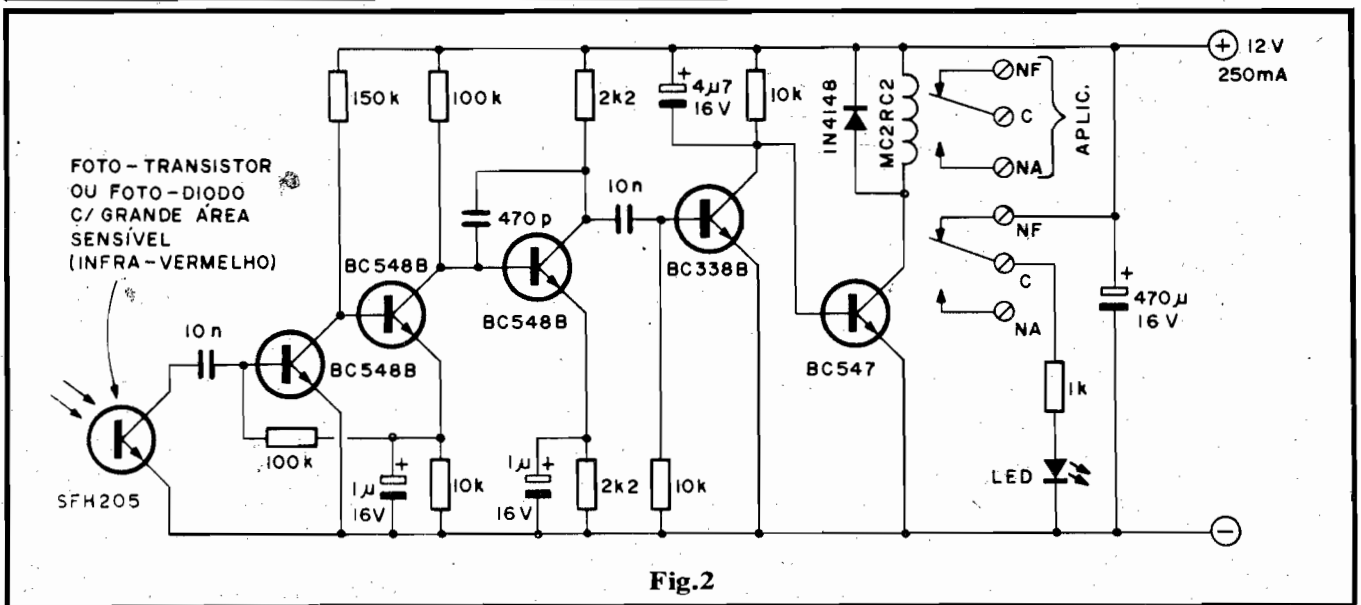

Fig.2
- FIG. 2 - O CIRCUITO DO MÓDULO RECEPTOR (BIVEP-R) - Da mesma forma que o módulo emissor, também o BIVEP-R é totalmente transistorizado, fugindo do custo de Integrados, essas coisas... Tudo "começa" num simples foto-diodo ou foto-transistor, com boa sensibilidade ao espectro de infra-vermelhos, e grande área sensora, tipo SHF205 ou equivalente... Este trabalha sem polarização CC, de modo a nunca "saturar", mesmo sob forte luminosidade (visível) ambiente... Os sinais pulsados de infra-vermelho que o dito cujo recebe, enviados "lá de longe", pelo BIVEP-E, são por ele transformados em tênues pulsos elétricos, acoplados pelo capacitor de 10n (que ajuda o bloqueio de CC, também no sentido de viabilizar o funcionamento do sistema mesmo sob luz ambiente...) a um poderoso (em termos de ganho e "seletividade"...) amplificador de 4 estágios, sendo os dois primeiros centrados em transistores BC548B, e os dois últimos num transistor também BC548B e num BC338B... Todas as polarizações, acoplamentos e desacoplamentos nesses estágios; foram dimensionados para promover o melhor desempenho possível dentro das características dos sinais a serem amplificados, de modo que, no coletor do BC338B possamos obter um nível elevado e estável de sinal, desenvolvendo-se sobre o resistor de "carga", no valor de 10K. Graças ao capacitor eletrolítico "paralelo" com o resistor de carga do citado BC338B (4u7) o nível pulsado do sinal é transformado num estável nível CC... Como, na presença do feixe pulsado de infra-vermelho (recebido pelo SHF205 e amplificado enormemente pelos estágios seguintes...) o dito transistor BC338B torna-se completamente "ligado", saturado, seu coletor mostrará uma Tensão bem próxima de "zero" (quase equivalente ao Potencial da linha negativa da alimentação...), situação em que o último transistor